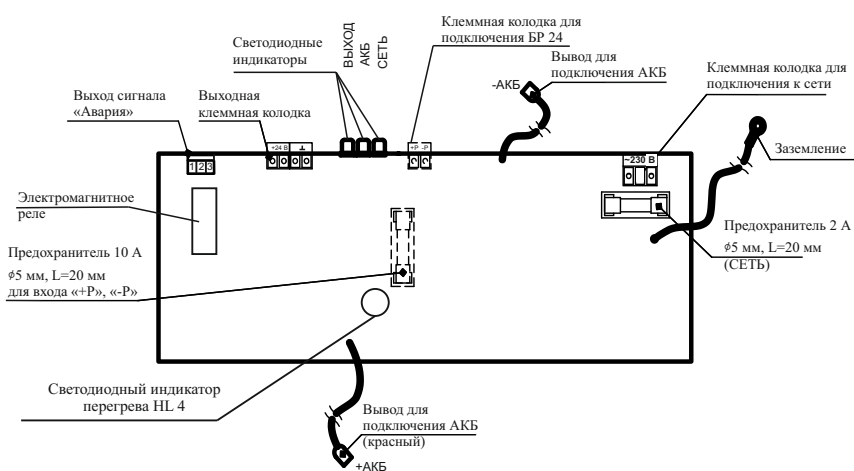

Рисунок 1– Плата источника
6.3 Подключение источника (рисунок 1) производить в следующей последовательности: